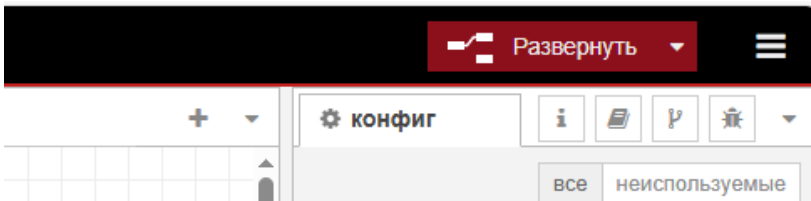

Рис. 2.11. Развертывание потоков
3. Развертывание (Deploy) – в верхней правой части расположена красная кнопка развертывания. При нажатии на нее выполняются все потоки внутри экземпляра. Красный цвет указывает на ожидающие изменения для развертывания, а серый – на отсутствие ожидающих изменений (см. рис. 2.11).